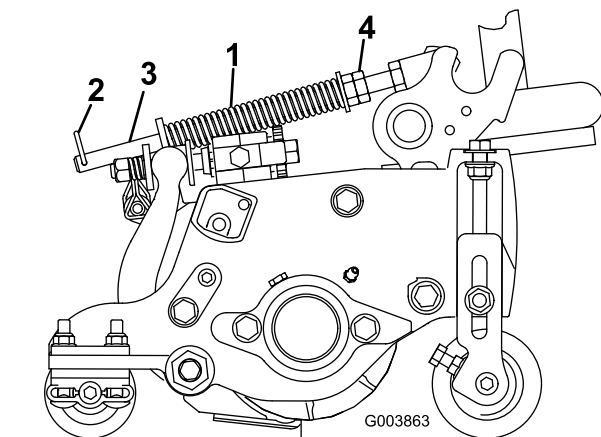

图 21
草坪补偿弹簧图 21 可将重量从前滚筒转移至后滚筒。这有助于减少草坪的波动图形也称为波浪形或摆动形。
1. 确保发卡销安装在弹簧杆的后孔内图 21。
2. 拧紧弹簧杆前端的六角螺母直至压缩后的弹簧长度为 159mm 请参阅图 21。